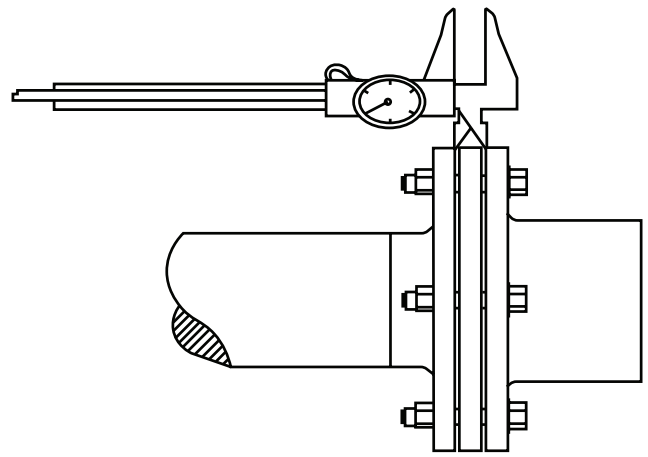

Abb. 37 – Überprüfen eines axialen Ausrichtungsfehlers mithilfe eines Messschiebers
14. Axiale Ausrichtungsfehler (Nabenabstand) lassen sich mithilfe eines Messschiebers sowohl auf der Getriebe- als auch auf der Motorseite feststellen (siehe **Abb. 37**).